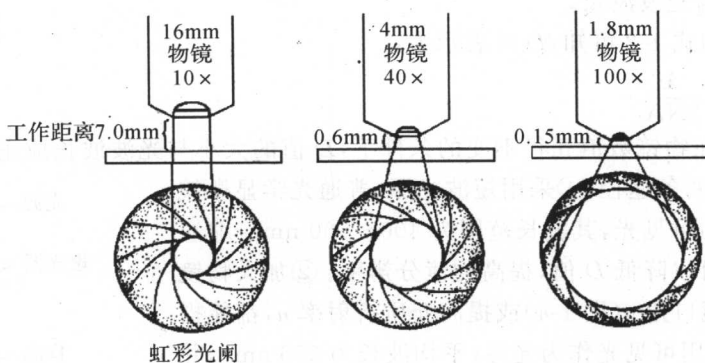

图 1-3 物镜焦距、工作距离与光圈孔径之间的关系
(3) 聚光器: 聚光器又称聚光镜, 它的功能是把平行的光线聚焦于标本上, 增强照明度。聚光器安装在镜台下, 可上下移动。使用低倍物镜(简称低倍镜)时应降低聚光器, 使用油镜时则应升高聚光器。聚光器上附有虹彩光阑(俗称光圈), 通过调整光阑孔径的大小, 可以调节进入物镜光线的强弱(物镜焦距、工作距离与光圈孔径之间的关系见图 1-3)。在观察透明标本时, 光圈宜调得相对小一些, 这样虽会降低分辨力, 但可增强反差, 便于看清标本。